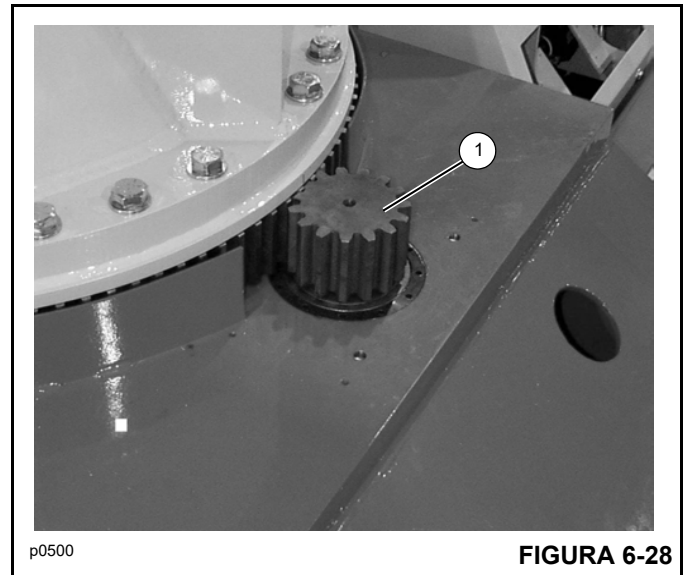

FIGURA 6-28
3. Utilice un cepillo para aplicar lubricante para engranajes destapados a los dientes del piñón y de la corona de giro (1, Figura 6-28).